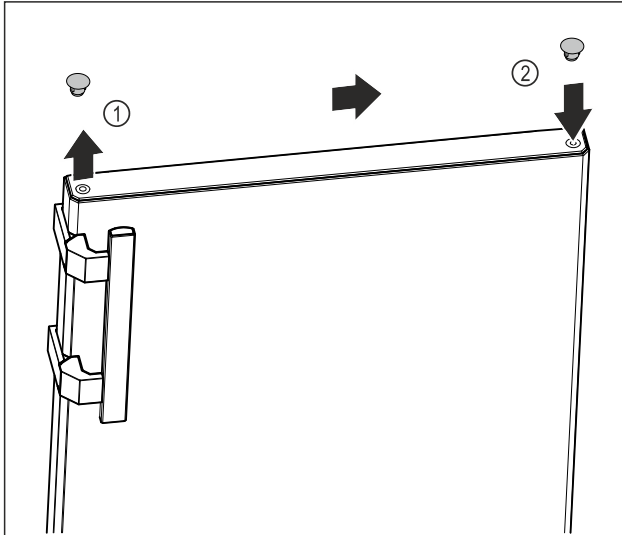

Fig. 9
- ▶ Обережно підніміть заглушки у верхній частині дверцят Fig. 9 (1) за допомогою шліцевої викрутки.
- ▶ Вставте заглушки з протилежного боку. Fig. 9 (2)